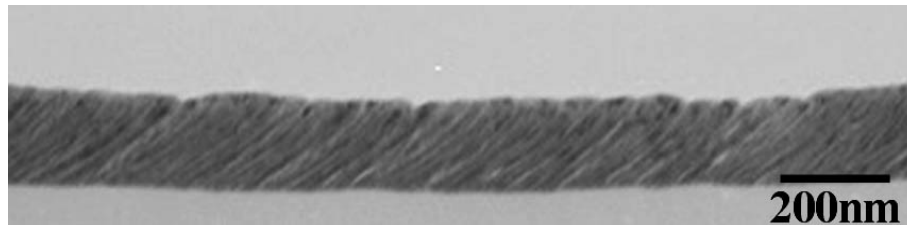

図1 集束イオンビーム法で薄膜化した Co-CoO 斜方蒸着テープ断面試料の透過電子顕微鏡像。斜方蒸着によりコラム状の内部組織が発達している。
1. 通常の電子顕微鏡技術では、図 1 が示す通り断面試料の結晶学的な微細構造を確認できるが、その磁場情報を直接観察することはできない。しかし電子線ホログラフィーという最新の科学技術を駆使すると、記録済みの磁気テープの磁束分布を可視化することができる。